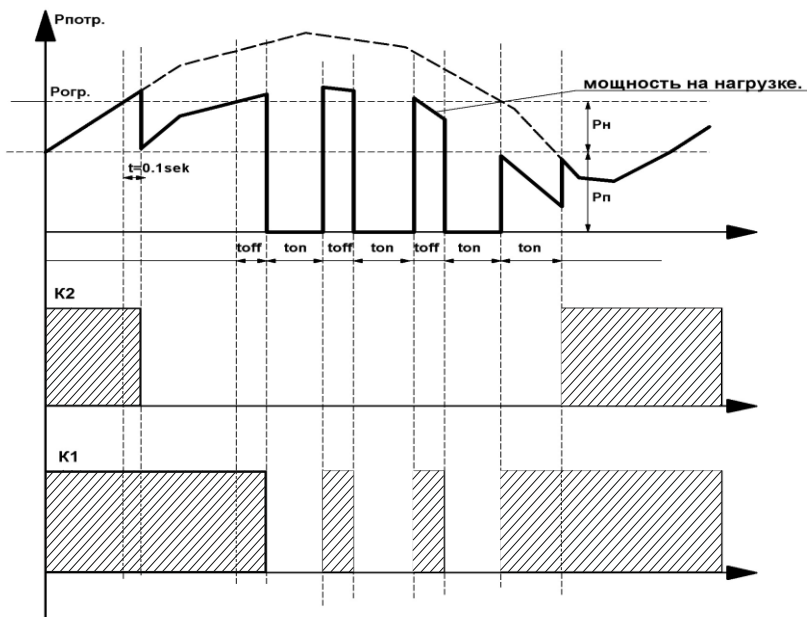

Рис.1 Диаграмма работы OM-1 с приоритетной нагрузкой
3.2 Режим работы с приоритетной нагрузкой. Нагрузка разбивается на две части, приоритетную Rп, отключать которую нежелательно и неприоритетную Rн. При перегрузке отключается Rн без временной задержки. Если перегрузки нет, Rн отключена, Rп подключена. Если перегрузка продолжается, Rп отключается в соответствии с установленным временем Toff. При снижении потребляемой мощности Rп подключается через время Ton, затем через это же время подключается и нагрузка Rн. Диаграмма работы на Рис.1, схема включения на Рис.2. Преимущества режима: нет полного отключения от сети питания, сум-